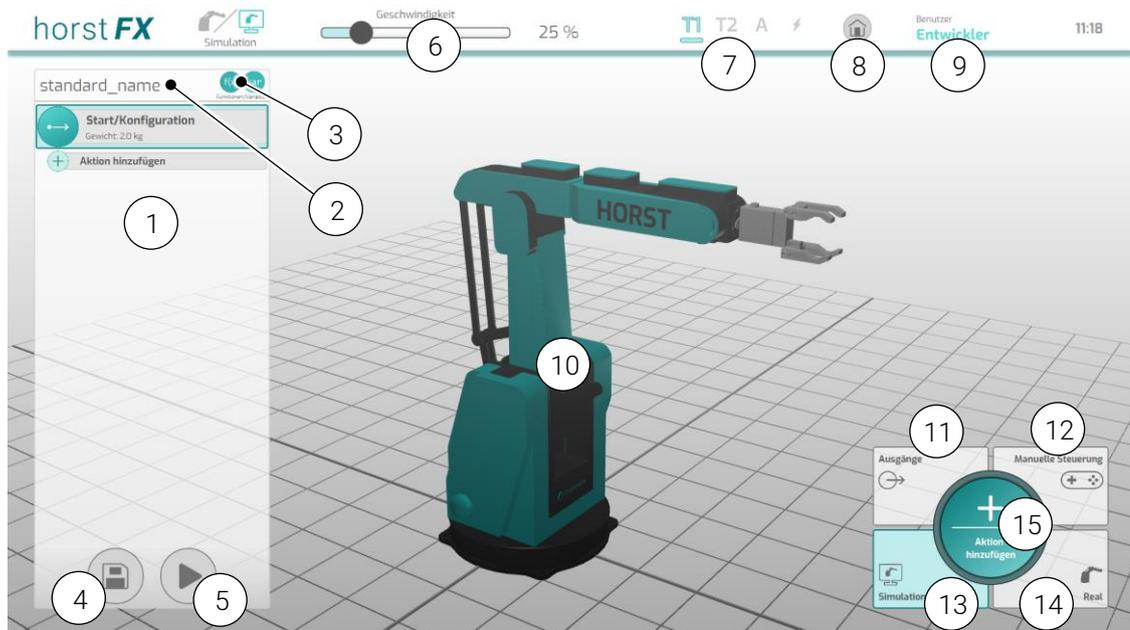

Abb. 6-4: Programmiersicht
Mit Antippen eines Platzhalters oder des Buttons **Aktion hinzufügen** (s. Abb. 6-4) (15) in der Programmiersicht erscheint der **Aktionsauswahl-Bereich**. Für jede Aktion, die ausgewählt wird, öffnet sich